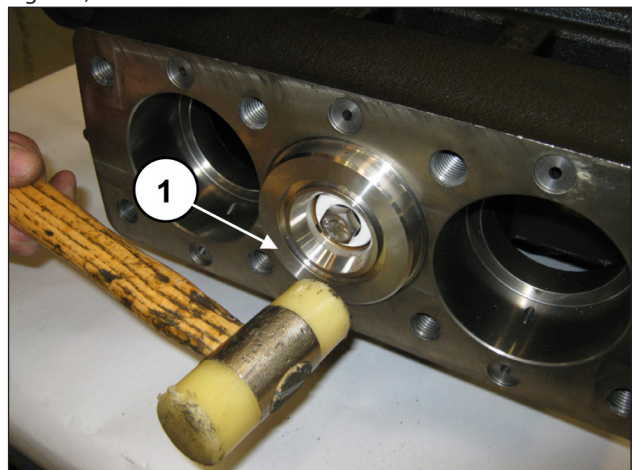

Fig. 186
S'assurer que le dispositif de blocage chemise-support se positionne correctement au fond du logement (rep. ①, Fig. 186).